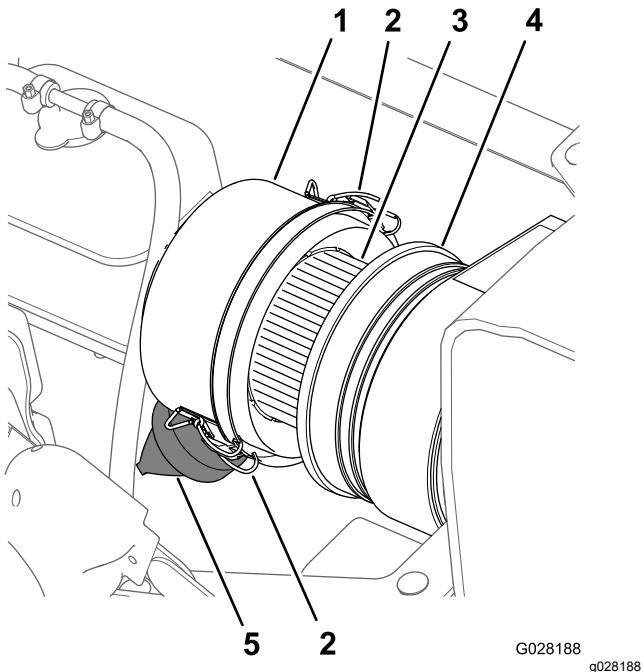
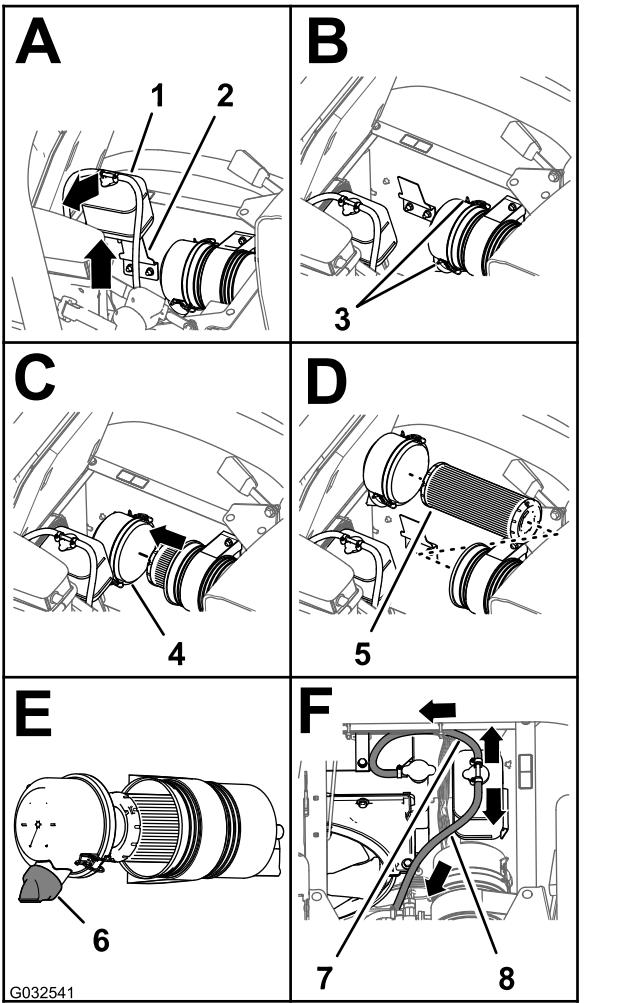

Figura 66
Figura 67
3. Pulite il coperchietto antipolvere e il corpo del filtro dell'aria (Figura 66).
4. Controllate il corpo del filtro dell'aria per escludere danni che possano causare una perdita d'aria (Figura 66).
5. Comprimete la valvola antipolvere per pulirla da sporcizia, polvere e detriti (Figura 66).
7. Verificate l'elemento del filtro dell'aria per escludere un eccessivo accumulo di polvere, sporcizia e detriti (Figura 66).
8. Montate il coperchietto antipolvere sul corpo del filtro dell'aria e fissatelo con i 2 fermi (Figura 66).
2. Pulite il coperchietto antipolvere e il corpo del filtro dell'aria (Figura 66).
3. Sollevate il serbatoio di troppopieno del refrigerante ed estraetelo dalla staffa di supporto del serbatoio (Figura 67).
4. Allentate i 2 fermi che fissano il coperchietto antipolvere al corpo del filtro dell'aria (Figura 67).
6. Pulite l'interno del coperchietto antipolvere, corpo del filtro dell'aria e valvola antipolvere con un panno umido (Figura 66 e Figura 67).
7. Inserite l'elemento del filtro dell'aria nel corpo del filtro dell'aria (Figura 67).
8. Montate il coperchio sul corpo del filtro dell'aria e fissatelo con i 2 fermi (Figura 67).
**Nota:** Assicuratevi che la valvola antipolvere sia allineata tra le posizioni a ore 5 e ore 7 vista dall'estremità (Figura 67).
9. Allineate il serbatoio di troppopieno del refrigerante alla staffa di supporto del serbatoio e posizionate lo saldamente (Figura 67).
**Importante:** Assicuratevi che il flessibile di sfiato della pressione sia disposto in avanti e verso il basso e che il flessibile di sfiato del serbatoio sia disposto indietro, come illustrato nella Figura 67.